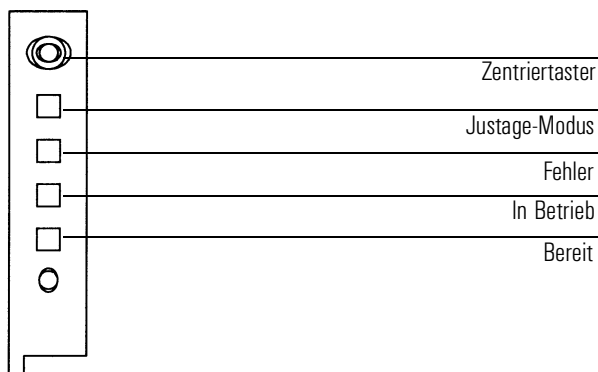

Abbildung 11 Justieren der Ladeeinheit
5. Drücken Sie mit einem Stift den versenkten Zentriertaster über den Statusanzeigen und schließen Sie die Klappe. Siehe Abbildung 11.